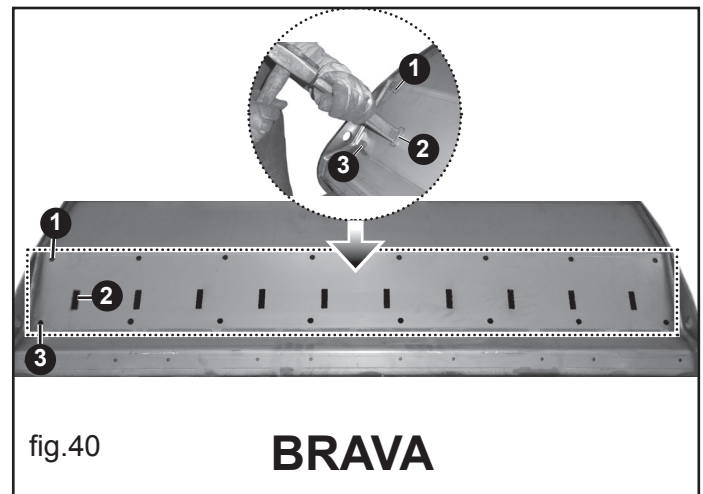

fig.40
- Equiparse con las herramientas necesarias: martillo y extractor/punzón. (Véase fig.40)
- Punzonar los círculos marcados (Véase 1-2-3 fig.40)